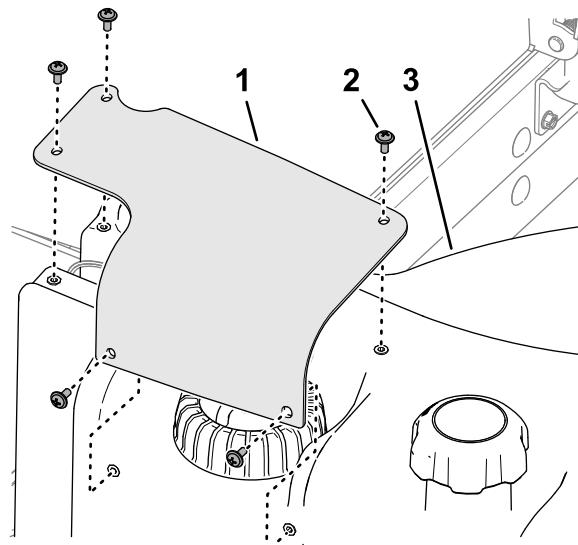

Bild 126
7. Richten Sie die Löcher in der Abdeckung des Kraftstoff-Füllstandensors an den Löchern im Kraftstofftank aus und befestigen Sie die Abdeckung mit den fünf Kreuzschlitzschrauben am Kraftstofftank (Bild 126).